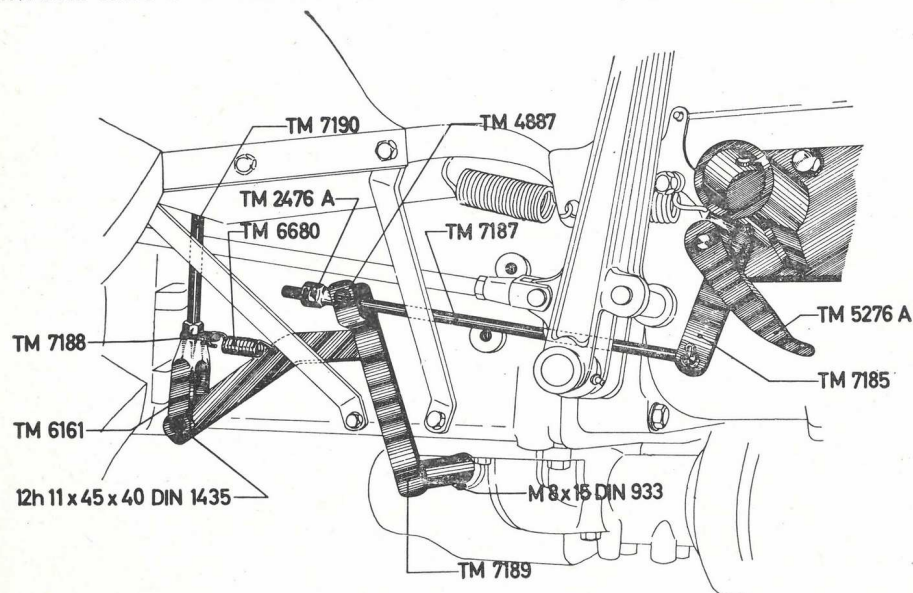

Fig. 9
10. Placer le **levier de débrayage** TM 7189 sur le tourillon à dentelure et l'y fixer à l'aide de la vis M 8×15. Introduire ensuite la tige de débrayage TM 7190 dans la plaque TM 7191. La liaison entre la tige TM 7190 et la partie coudée du levier TM 7189 est assurée par le boulon 12h 11×45. Accrocher le ressort de traction TM 6680 entre la fourche TM 7188 et le levier de débrayage TM 7189 (Fig. 9).
Introduire ensuite l'extrémité coudée de la **barre de débrayage** TM 7187 dans l'éclisse TM 7185 et assurer la liaison au moyen d'une rondelle et d'une goupille (Fig. 9).
au moment voulu, c'est-à-dire dès que la barre a franchi la position andain. La correction éventuelle s'effectue en modifiant la longueur de la tige de débrayage TM 7187 (Fig. 9). A la position andain, cette tige ne doit pas encore exercer de traction sur le levier de commande, ce qui entraînerait une usure prématurée de la bague de friction.